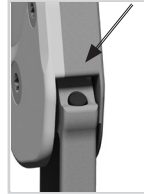

Fig. 24
- 1 Snu systemleddet på hodet, og sett ekstensjonsanslagsdemperen inn i hullet (fig 24).